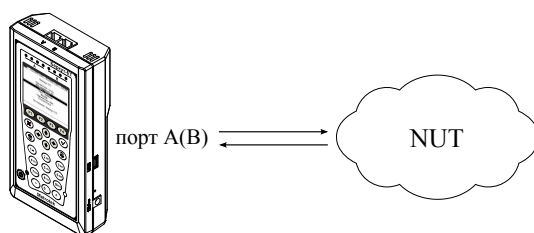

Рис. 7.65. Вариант подключения 1
1. Подключить прибор к тестируемой сети в соответствии со схемой, приведённой на рис. 7.65.